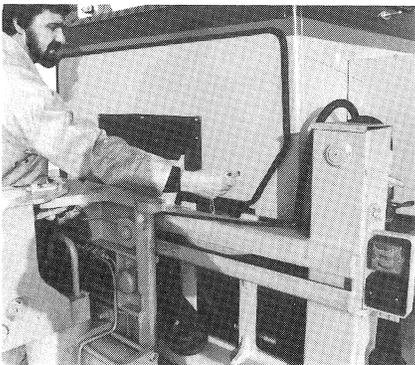

FIG. 32
- 6 - Refermer le volet arrière de la chargeuse et le verrouiller Fig. 32.